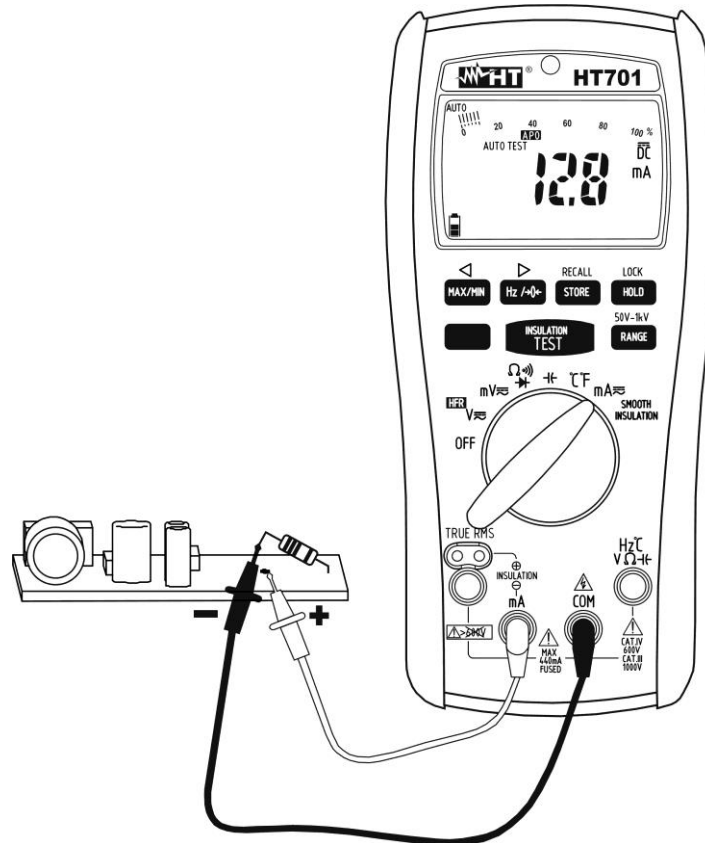

Abb. 4: Verwendung des Gerätes für Gleichstrommessung
6. Schalten Sie die rote und die schwarze Messleitung in Reihe mit dem Kreis, dessen Strom Sie messen möchten, und dabei achten Sie auf die Strompolarität und -richtung (siehe Abb. 4)
9. Das Symbol "-" auf dem Display des Gerätes gibt an, dass der Strom die umgekehrte Richtung mit Bezug auf die Verbindung in Abb. 4